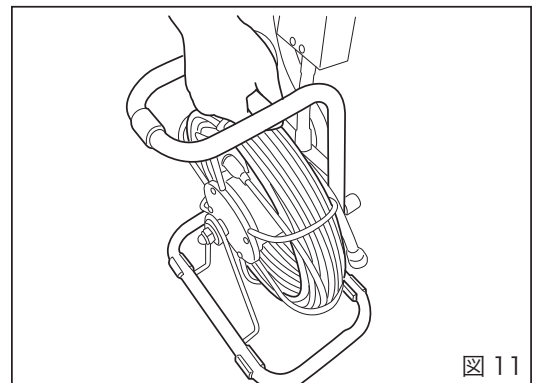

図 11
- ②手で持って移動される場合はケーブルドラム内にカメラヘッドを収納し、ケーブルドラムストッパーでケーブルを固定した状態で、持ち手部分を持って移動させてください。(図 11、12)